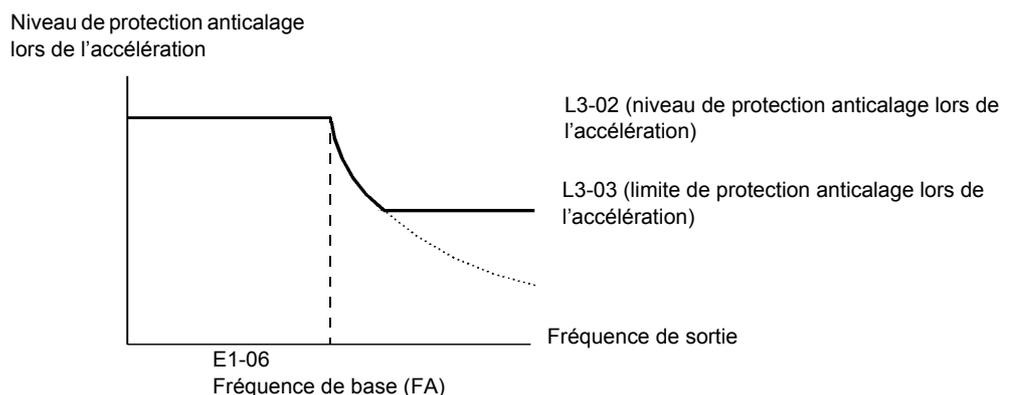

Fig. 6.27 Niveau et limite de protection anticallage lors de l'accélération
- Si vous utilisez le moteur dans la plage de puissance constante, la valeur de L3-02 est automatiquement réduite pour éviter le calage. L3-03 est la valeur limite pour éviter une diminution excessive du niveau de protection anticallage dans la plage de puissance constante (reportez-vous à la Fig. 6.27).